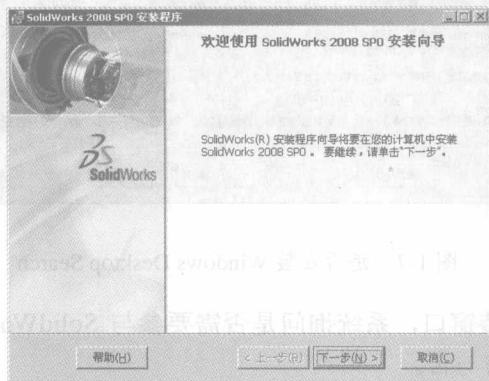

图 1-2 【SolidWorks 2008 安装程序】对话框
(1) 以系统管理员的身份登录 Windows XP 操作系统。
(2) 将 SolidWorks 2008 的第一张安装光盘放入光驱, 系统会自动打开安装程序对话框, 如图 1-2 所示。